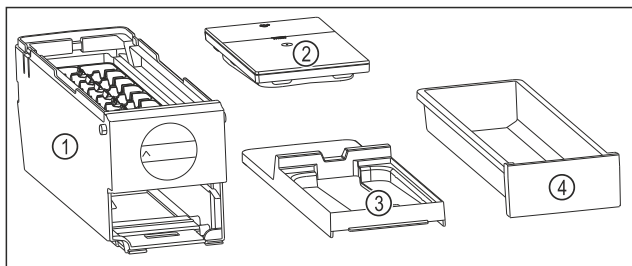

Fig. 80 Beståndsdelar i EasyTwist-Ice
- ▷ EasyTwist-Ice är delad i fyra delar. (se Fig. 80)
- ▶ Ta endast isär EasyTwist-Ice i de avbildade beståndsdelarna. (se Fig. 80)
- ▶ Rengör EasyTwist-Ice-enheten Fig. 80 (1) i sin helhet.